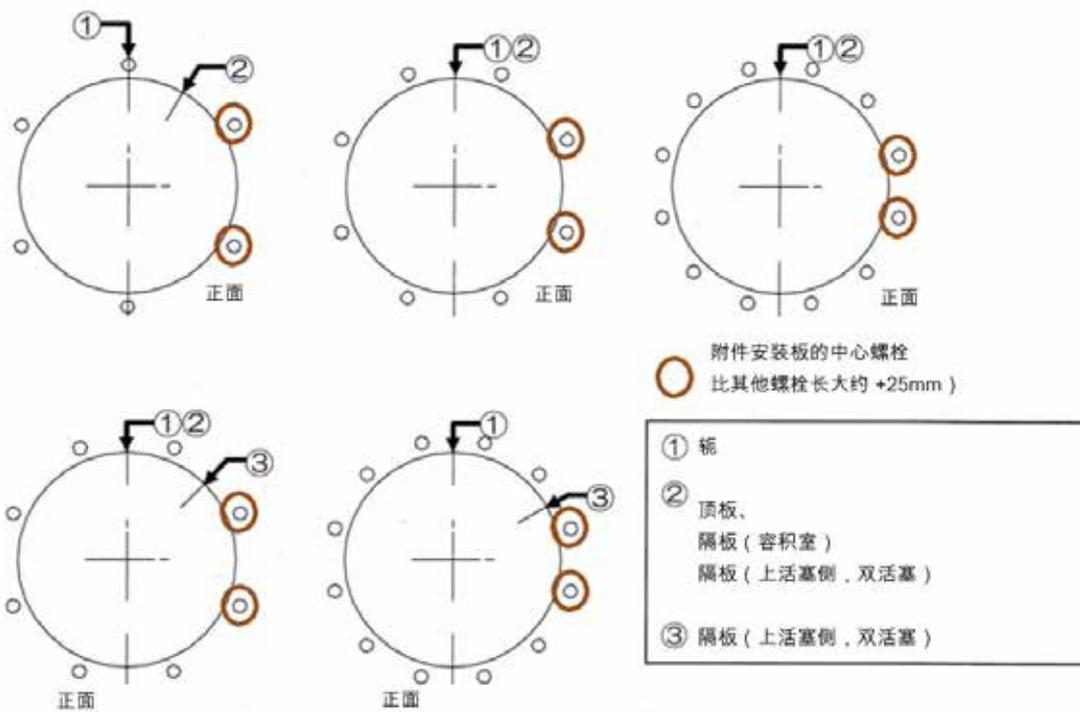

图 17 - 中心螺栓定位
10. 将刮杆器 (34) 更换为新零件。在刮杆器上涂上硅脂 (或等效产品)。
11. 更换弹簧装置、弹簧管 (7)、隔板 (13)、活塞分总成 (15)。
12. 将顶板 (17) 上的 O 形环 (21) 和活塞板分总成 (15) 上的 O 形环 (21) 和导环 (16) 更换为新零件。在 O 形环和导环上涂上硅脂 (或等效产品)。
13. 更换气缸管 (14) 和顶板 (17), 仅进行轴向移动。在气缸管的内表面涂上硅脂。
14. 确保空气连接的位置正确。将中心螺栓插入到顶板和轭的孔中。安装弹簧垫圈和螺母并用手稍微拧紧。用手将弹簧垫圈和螺母安装到轭的底侧。确保附件安装板(如果配备)中心螺栓(大约比其他螺栓长 +25 mm)的位置符合图 17。